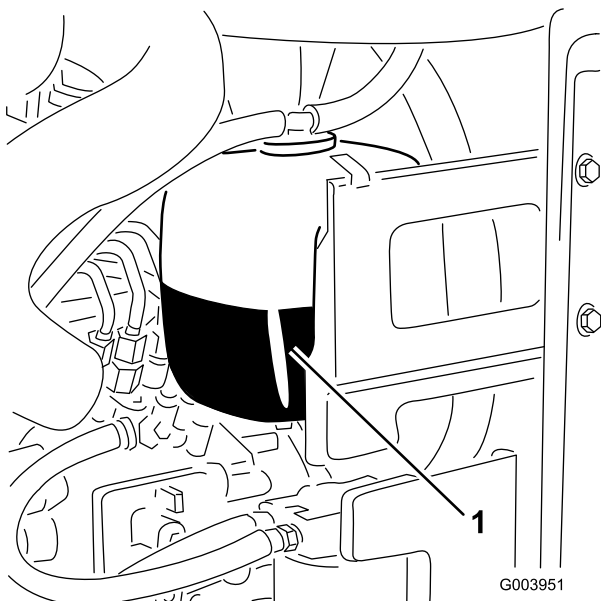

Figura 56
1. Controllate il livello di refrigerante nel serbatoio di espansione (Figura 56).